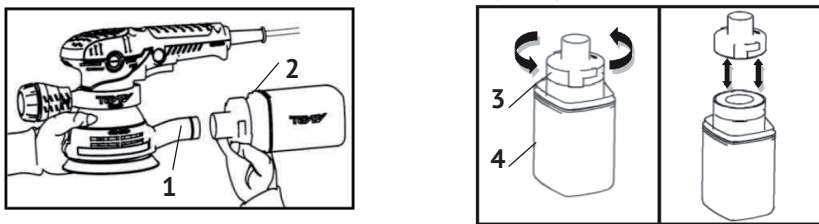

рис. 3
Постоянно следите за наполнением мешка пылесборника продуктами обработки. При заполнении мешка на половину от его ёмкости, проведите его очистку (см. рис.3):
- отсоедините пылесборник (рис.3 поз.2) от патрубка шлифмашины (рис.3 поз.1);
- снимите мешок для пыли (рис.3 поз.4) с патрубка (рис.3 поз.3), слегка повернув его против часовой стрелки;